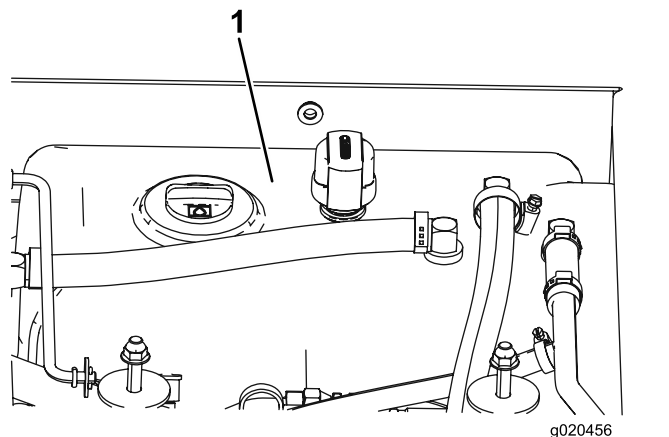

Рисунок 118
4. Залейте гидравлическую жидкость в бак (Рисунок 118); см. Проверка гидравлической жидкости (страница 92).